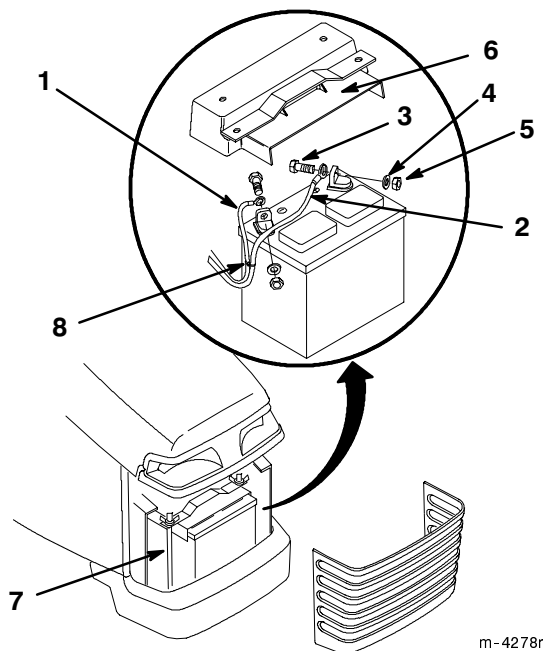

Abbildung 54
- Den Batterieschild entfernen (Abb. 54).
- Das negative (schwarze) Massekabel von der Batterieklemme lösen (Abb. 54).
- Das positive (rote) Kabel von der Batterieklemme lösen (Abb. 54).
1. Die Batterie auf die Grundplatte setzen (Abb. 54).
2. Mit Schraube, Unterlegscheibe und Sicherungsmutter das positive (rote) Kabel an der positiven (+) Batterieklemme anschließen (Abb. 54).
3. Mit Schraube, Unterlegscheibe und Sicherungsmutter das negative (schwarze) Kabel an der negativen (-) Batterieklemme anschließen (Abb. 54).
4. Den Batterieschild wieder anbringen und mit Haltestangen und Flügelmutter am Chassis befestigen (Abb. 54).